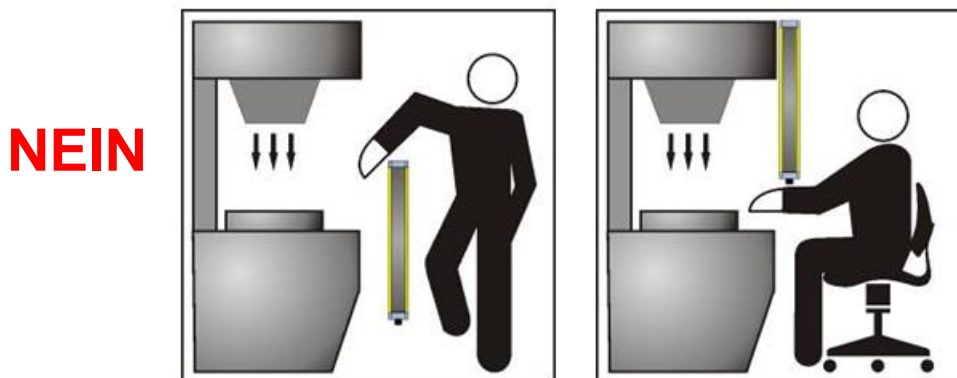
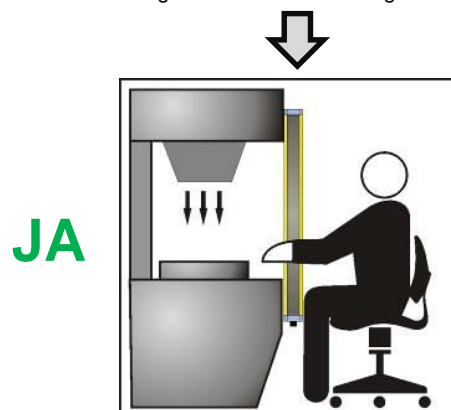

Abbildung 5 – Falsche Anordnung des Geräts
Abbildung 6 – Richtige Anordnung des Geräts
**⚠ Warnung!** Abbildung 5 zeigt einige Beispiele für einen möglichen Zugang zur Maschine von oben oder von unten. Diese Situationen können sehr gefährlich sein. Die AOPD muss in korrekter Höhe installiert werden, um den Zugang zum Gefährdungsbereich vollständig abzudecken (Abbildung 6).